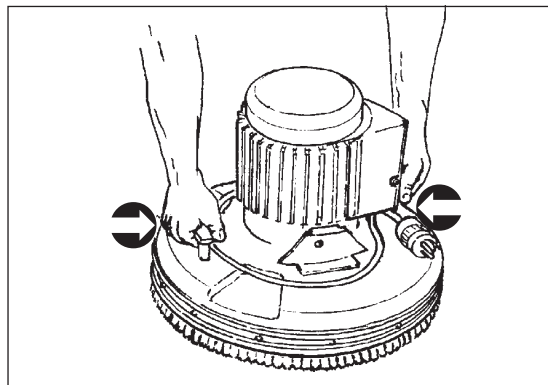

Figura 3
5. Utilizzare sempre i punti di sollevamento per sollevare il gruppo di sabbatura. Vedere la Figura 3.